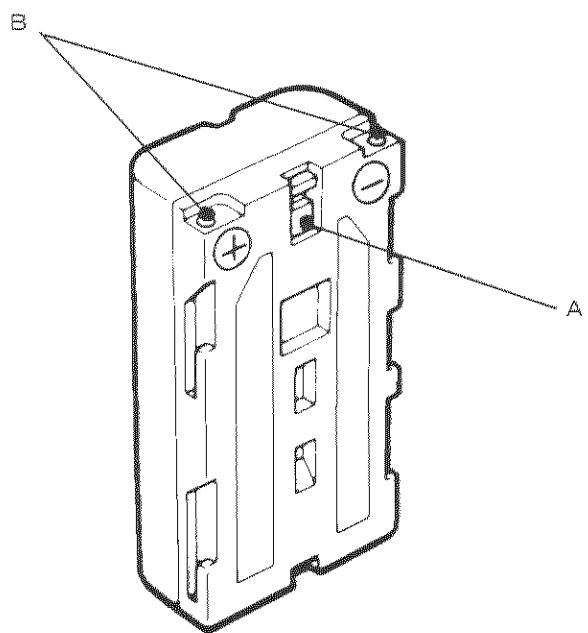

図3-28 バッテリーパック
緑色の充電確認マーク(図3-28のA)は、充電後にバッテリーパックを使用したかどうかなどの確認にご利用ください。
- 端子部分(図3-28のB)にゴミや砂などの異物が入らないように注意してお使いください。もし、異物が入ってしまったときは、先の細い柔らかい棒で完全に取り除いた後、充電器への取り付け、取り外しを数回繰り返してください。端子部分の接触がよくなります。